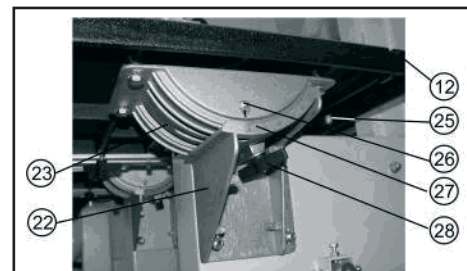

Рис. 4
10.1. Установка рабочего стола (Рис. 4)
10.1.2. На подвижном блоке (23), используя детали крепления (Н), Рис. 1, закрепите рабочий стол (12), как показано на Рис. 4.
углом к пильной ленте (Рис. 4)